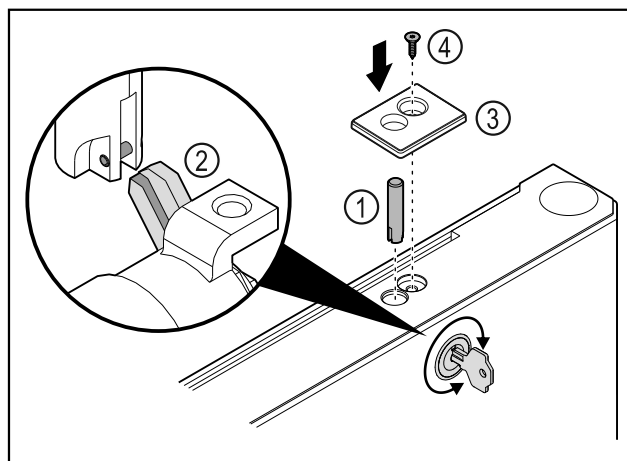

Fig. 47
- ▶ Sæt låsebolten Fig. 47 (1) i.
- ▶ Drej låsen let, så låsebolten Fig. 47 (2) går i hak i låsens kærve.
- ▶ Sæt afdækningen Fig. 47 (3) i.
- ▶ Sæt skruen Fig. 47 (4) i.